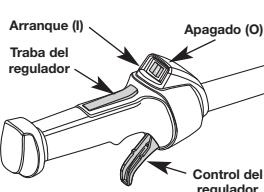

Fig. 19
NOTA: No hay necesidad de encender la unidad. El Control de Parada Arranque/ Apagado está en la posición Arranque (I), en todo momento (Fig. 19).
2. Oprima y mantenga oprimido el control de encendido y apagado en la posición de APAGADO (O) hasta que el motor se detenga por completo (Fig. 19).
- NOTA:** No hay necesidad de encender la unidad. El Control de Parada Arranque/ Apagado está en la posición Arranque (I), en todo momento (Fig. 19).